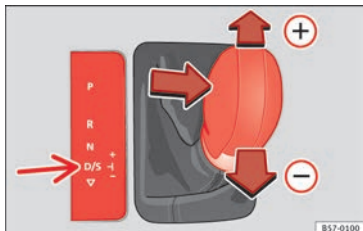

Fig. 199 Consola central: cambiar con tiptronic.
- Tire de la palanca selectora hacia adelante **+** para insertar una marcha superior **»» fig. 199.**